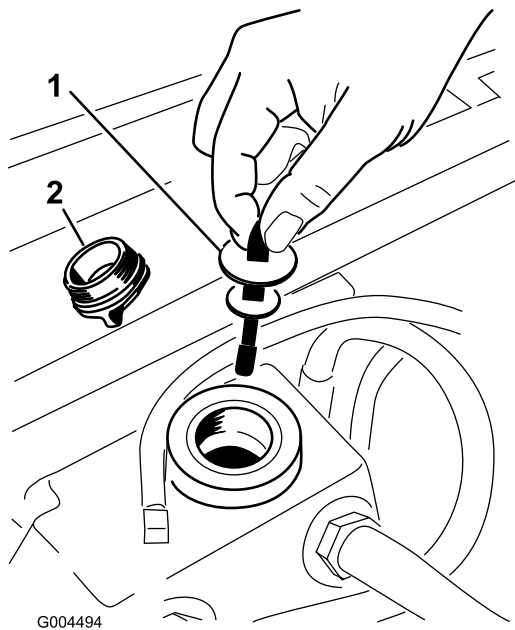

図 70
3. 油圧オイル補給口のキャップ(図 70) を取る。
4. ディップスティックを抜き、ウェスで一度きれいに拭く(図 70)。
5. もう一度首に差し込んで引き抜き、オイルの量を点検する(図 70)。